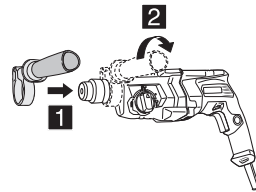

Fig. 18
10. Installing the side handle (**Fig. 18**)